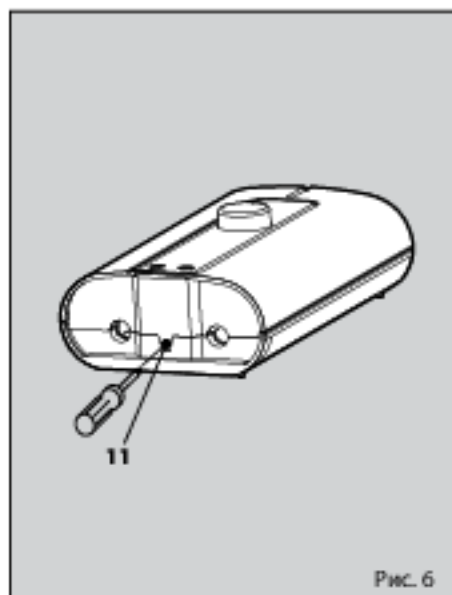

Рис. 6
- 11 Винт фиксации крышки (рис. 6)
1. Отпустить винт фиксации крышки (рис. 6, поз. 11).